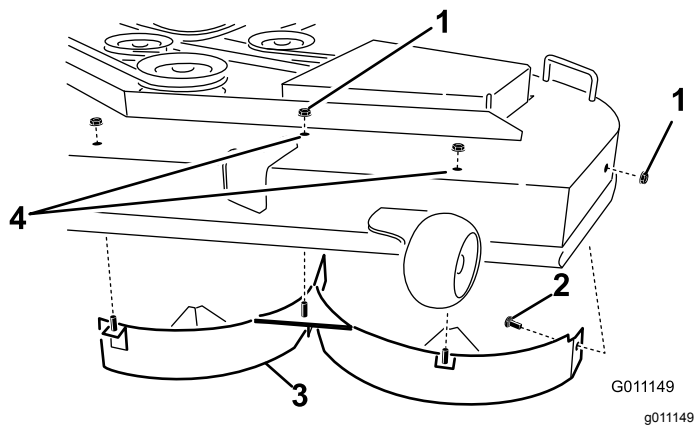

Bild 12
4. Entfernen Sie die zwei Sicherungsmuttern (5/16"), mit denen die geschweißten Streben des linken Ablenkblechs oben am Mähwerk in der Mitte und links von der Mittelstellung befestigt sind (Bild 12).
6. Entfernen Sie das linke Ablenkblech vom Mähwerk, wie in Bild 12 abgebildet.